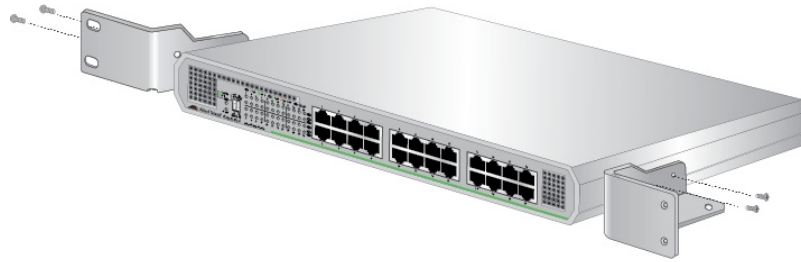

Рисунок 18. Крепление кронштейнов к коммутатору AT-GS910/24
4. Расположите кронштейны по бокам коммутатора и прикрепите их к коммутатору при помощи четырех винтов, как это показано на рис. 18.